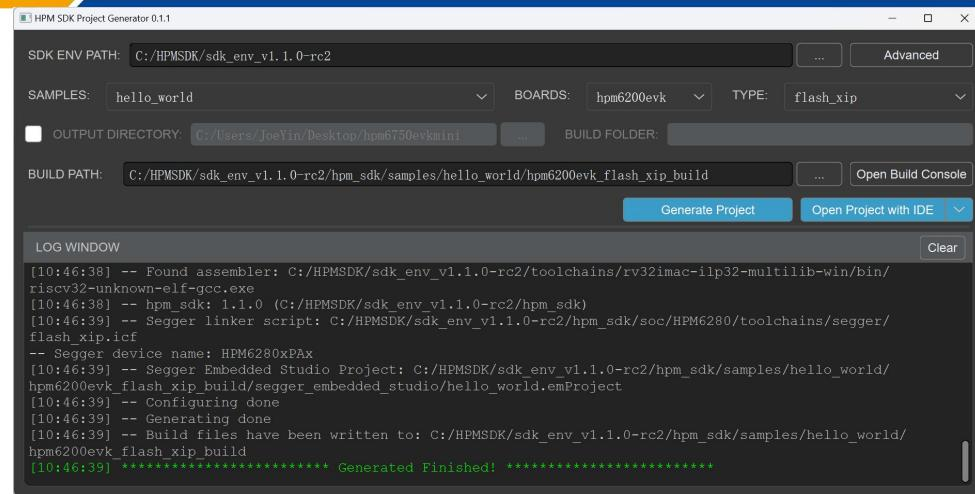

图 21: GUI project generator生成hello_world工程
17. 在GUI project generator界面中的”SAMPLES”下拉列表中选择”hello_world”，在”BOARDS”下拉列表中选择”hpm6200evk”，在”TYPE”下拉列表中选择”debug”。点击”Generate Project”按钮，即可生成debug类型的hello_world工程。如图 21所示。